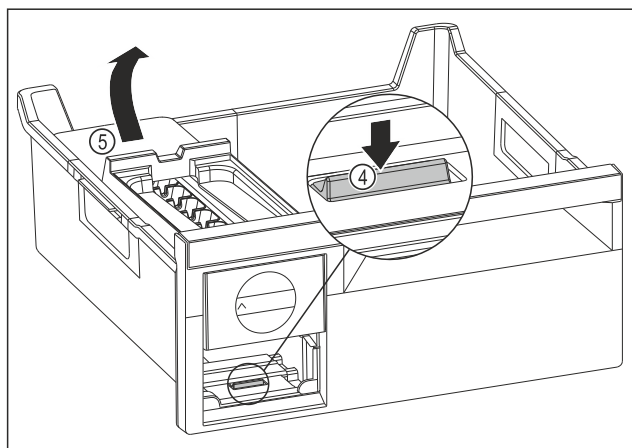

Fig. 91
- Fjern hoveddelen til EasyTwist-Ice: Trykk tappen Fig. 91 (4) ned med fingeren samtidig som hoveddelen til EasyTwist-Ice Fig. 91 (5) løftes opp fra baksiden med den andre hånden.